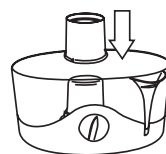

Рис. 4
- Направляющая генерируемого пара (I) должна быть обязательно установлена. (Рис. 4)